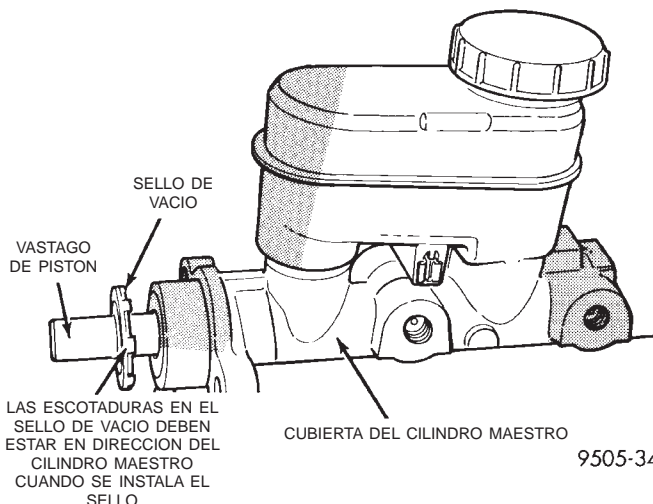
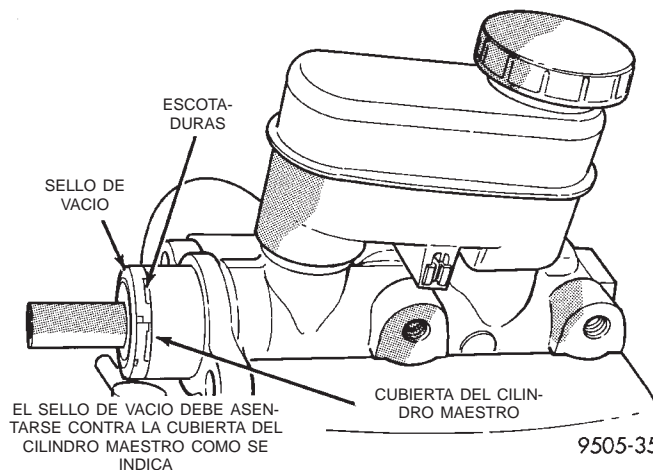

Fig. 112 Instalación del sello de vacío en el vástago de pistón del cilindro maestro
Fig. 113 Sello de vacío posicionado para la instalación del cilindro maestro
(2) Instale un sello de vacío en el vástago de pistón del cilindro maestro como se muestra en (Fig. 112), con las escotaduras del sello de vacío en dirección hacia la cubierta del cilindro maestro. Luego deslice el sello de vacío sobre el vástago de pistón del cilindro maestro hasta que el sello esté asentado contra la cubierta del cilindro maestro (Fig. 113) antes de instalar el cilindro maestro en el reforzador del vacío del servofreno.